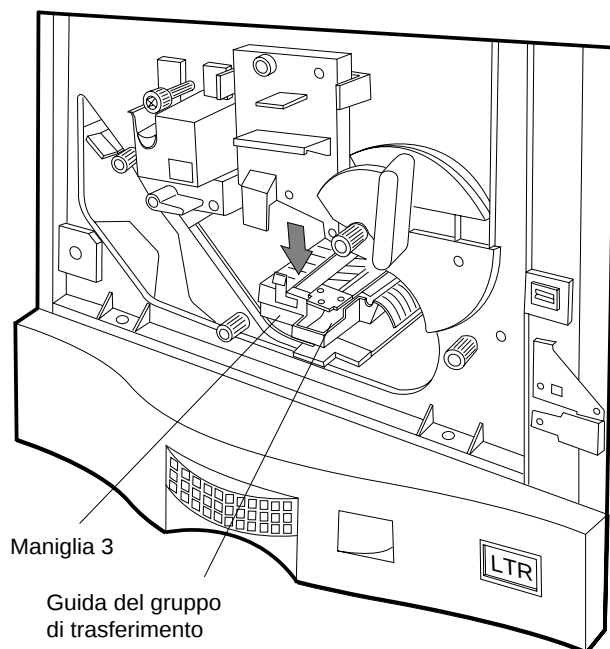

Figura 4-23 Maniglia 3 e guida del gruppo di trasferimento
2. Tirando la maniglia 3, abbassare con cura la guida di trasferimento, come mostrato nella Figura 4-23.